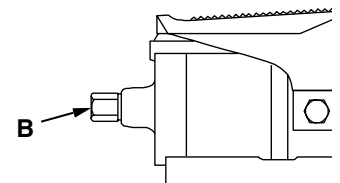

Abbildung 5
- Siehe Abbildung 5. Eine Luftzufuhrquelle mit Mindestkapazität $15,3 \text{ m}^3/\text{h}$ an den schwenkbaren $\frac{1}{4}$ Inch NPTF Lufteinlaßanschluß (B) der Pumpe anschließen. Nur $\frac{1}{4}$ Inch Schlauch- oder Schnelltrennverbinder verwenden. Größere und schwerere Anschlußstücke sind nicht zu empfehlen. Die Verbindung mit einem hochwertigen Gewindedichtmittel abdichten.